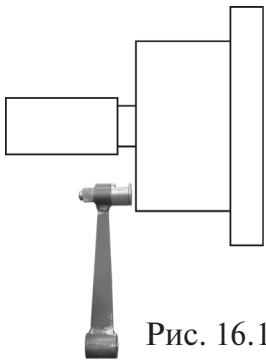

Рис. 16.1
16.2. Калибровка устройства измерения дистанции . Для оценки погрешности устройства ввода дистанции выдвиньте штангу ввода параметров и уприте ее палец в задний торец фланца вала, как показано на рис.16.1. При этом на индикаторах 1 отображается символ А, а на индикаторах 4 величина введенной дистанции. Если величина дистанции на индикаторах 4 не равна  $4,6 \pm 0,2$ , то устройство ввода дистанции требует калибровки.